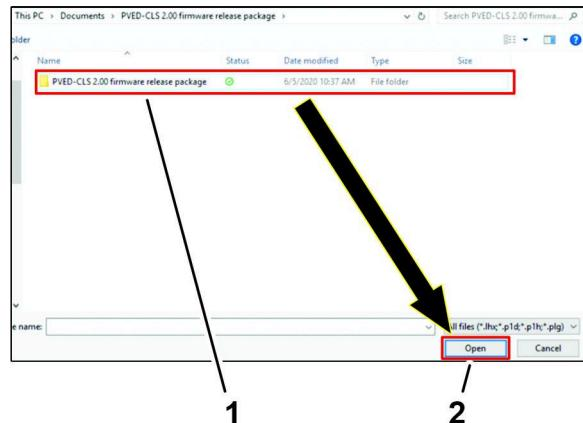

Figura 43
4. Navegue até ao ficheiro PVED-CLS 2.00 firmware release package.zip, clique na pasta PVED-CLS 2.00 firmware release package, e clique no ícone OPEN (Figura 43).